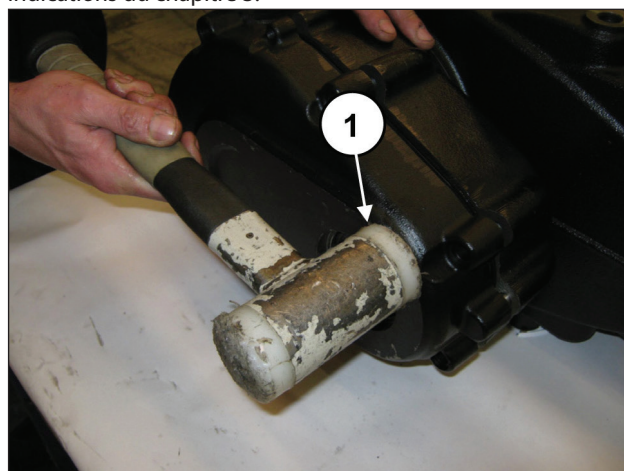
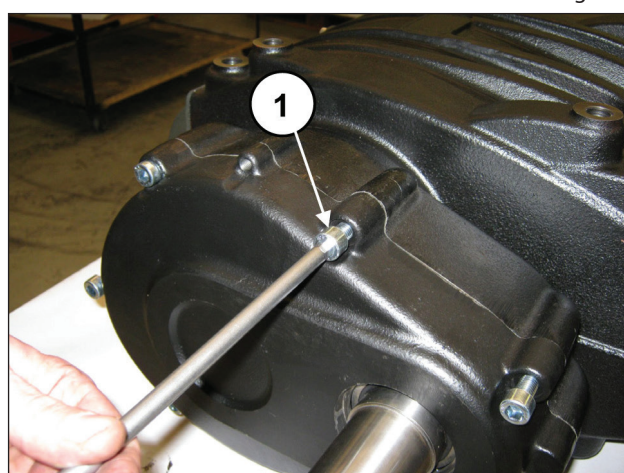

Fig. 89
Fig. 90
Monter le couvercle du réducteur à l'aide d'un chasoir à inertie (rep. ①, Fig. 89) et le fixer à l'aide de 7 vis M10x40 (rep. ①, Fig. 90).